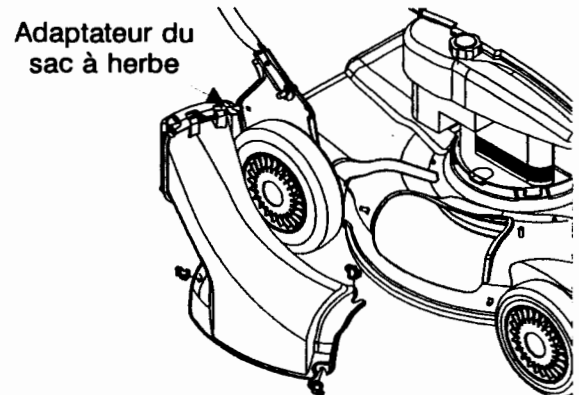

Figure 9
2. Installez l'adaptateur du sac (voir la figure 9) et attachez-le avec les écrous à oreilles. Vérifiez que le bord intérieur glisse sous le rebord du plateau de coupe.